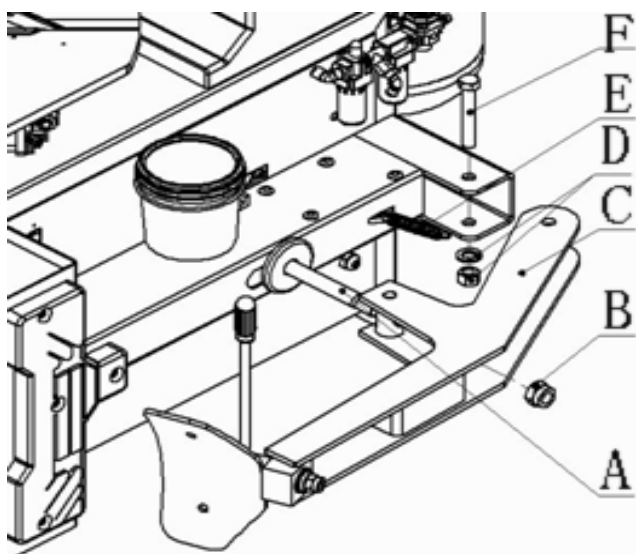
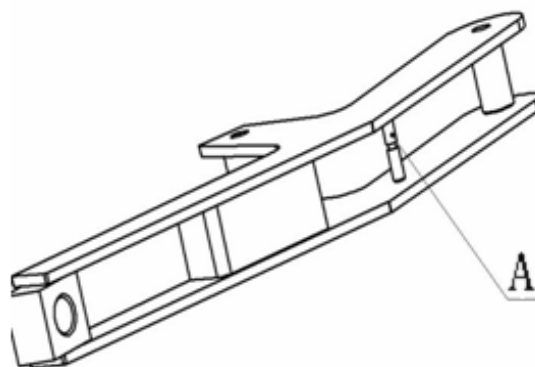

図 4-11
図 4-12
4.2.16 ビードブレイカーシリンダーピストンロッド先端のロックナット(図 4-11 B)を緩め、本体のボルトジョイント(4-11 F) 4-11 D)を緩めます。図 4-11 の通り、ブレード(図 4-11C)をピストンロッド(図 4-11A)に挿入します。ビードブレイカーアームバネ(図 4-11E)の一端を本体に装着して、ボルト(図 4-11F)を本体とブレードの穴に挿入し、ナットと平座金(図 4-11D)を使用してボルト(図 4-11 F)で固定します。ロックナット(図 4-11 B)とビードブレイカーシリンダピストンロッドを締め込んでください。ビードブレイカーアームバネ(図 4-11E)の反対側の一端をビードブレイカーアームピン軸(図 4-12 A)に掛けます。